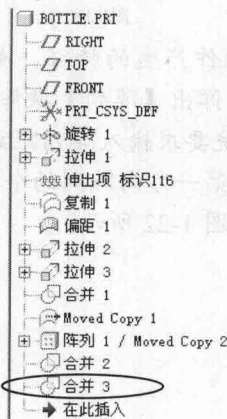
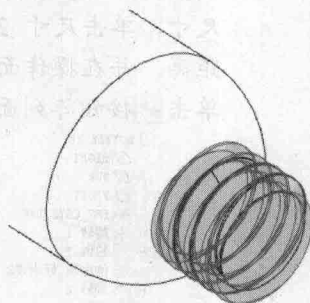

图1-25
图1-26
- 在模型树中选取上一步操作所产生的特征，如图 1-25 所示，在菜单栏中选择【编辑】/【阵列】命令，弹出【阵列】操作面板，然后单击 ☒ 按钮阵列上一步操作的特征，如图 1-26 所示。